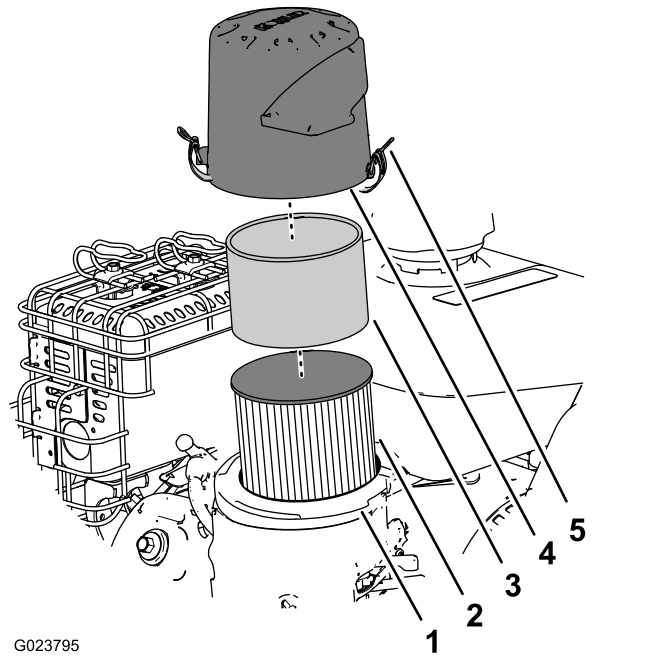

Figura 25
3. Retire el pre-limpiador de espuma y lávelo con un detergente suave y agua, luego séquelo apretando suavemente con un paño (Figura 25).
4. Retire e inspeccione el filtro de aire de papel (Figura 25); deséchelo si está excesivamente sucio.
6. Instale el pre-limpiador de espuma sobre el filtro de aire de papel (Figura 25).
7. Instale el filtro de aire en la base del filtro de aire (Figura 25).
2. Retire la tapa y límpiela a fondo (Figura 25).